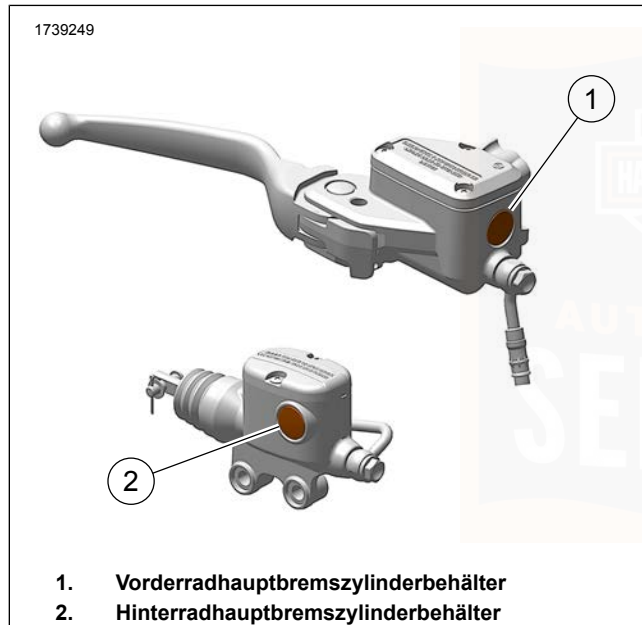

Abbildung 95. Mindestmarkierungen im Schauglas
2. Siehe Abbildung 95. Behälterschauglas prüfen. Der Füllstand muss die Mindestmarkierung auf dem Glas erreichen oder darüber liegen. Wenn der Füllstand unter der Mindestmarkierung liegt oder nicht sichtbar ist, einen Harley-Davidson-Händler aufsuchen.